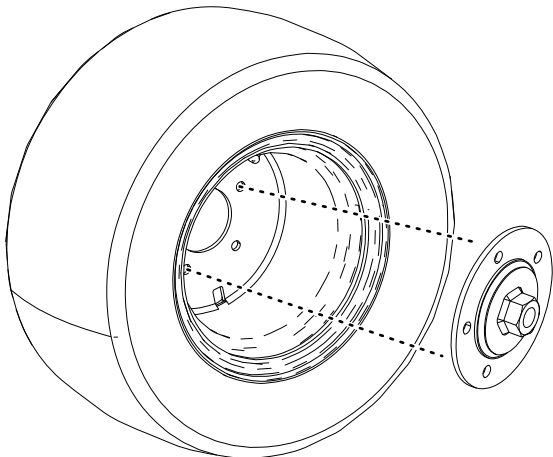

Figure 1
1. Retirez les écrous de roues et posez la plaque de maintien Figure 1.